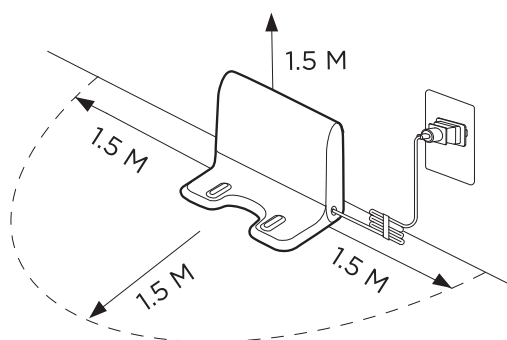

Figura 3
3. Colocación del puerto de carga: Coloque debidamente el puerto de carga; no coloque ningún otro elemento en 1.5m alrededor del puerto de carga (Figura 3).